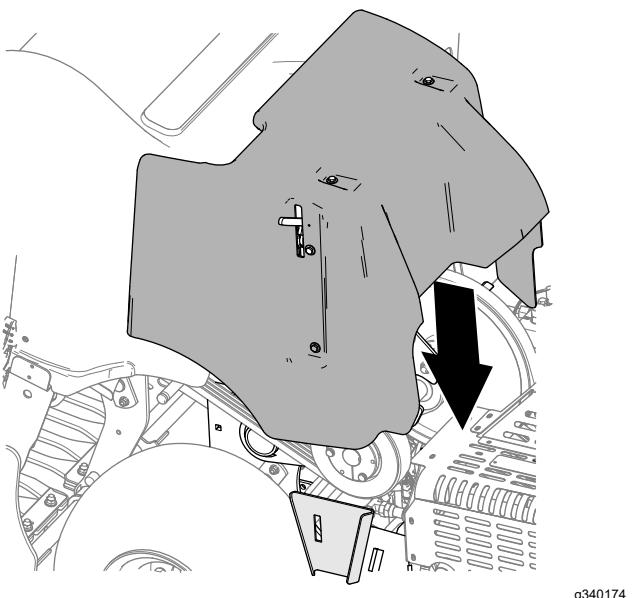

Рисунок 145
- Опустите крышку ремня (Рисунок 145).